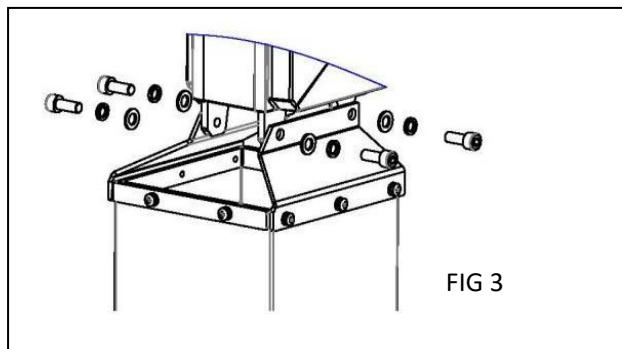

FIG 3
Demontaż / montaż łańcucha obciążeniowego (RYS. 3, FIG. 4 i FIG. 5) .
26. Zdejmij worek na łańcuch (RYS. 3)